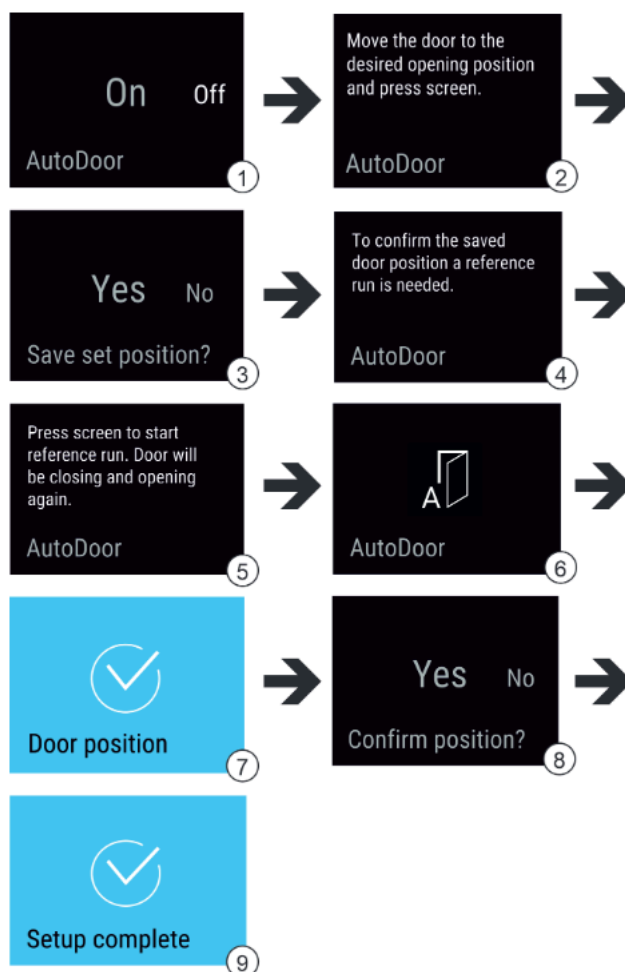

Fig. 13 Esempi di indicazioni in inglese
- Attivare AutoDoor: far scorrere il dito sul display portando l'indicazione su On. Fig. 13 (1)
- Premere per 3 secondi sul display. Fig. 13 (1)
- Configurare l'angolo di apertura della porta: aprire la porta di almeno 70°. Fig. 13 (2)
- Confermare l'angolo di apertura della porta: toccare il messaggio sul display. Fig. 13 (3)
- ▶ Avviare la corsa di riferimento: toccare il display. Fig. 13 (5)
- ▷ Il display lampeggia. Fig. 13 (6)
- ▷ La corsa di riferimento è stata eseguita correttamente: il display diventa blu per 2 secondi. Fig. 13 (7)
- ▶ Confermare l'angolo di apertura della porta. Fig. 13 (8)
- ▷ Il display diventa blu. Fig. 13 (9)